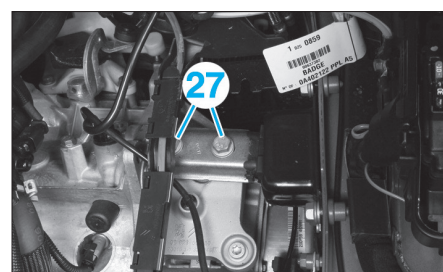

FIG. 70
- les vis de fixation (27) du support boîte de vitesses gauche (Fig.70),